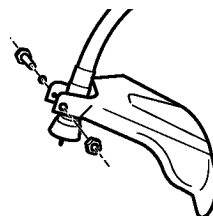

Fig. 9
**Instalación del protector de la cuchilla (Fig. 9, 10, 10-1, 11)**